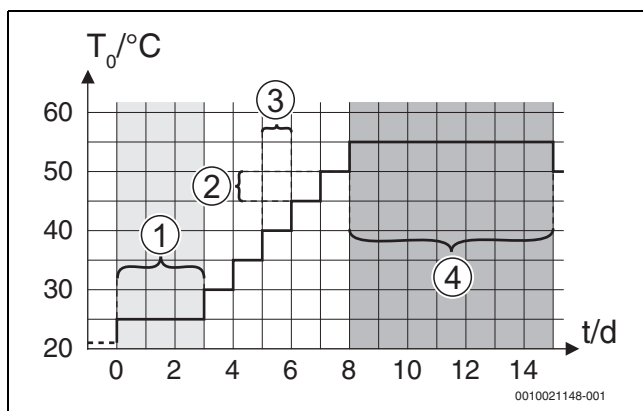
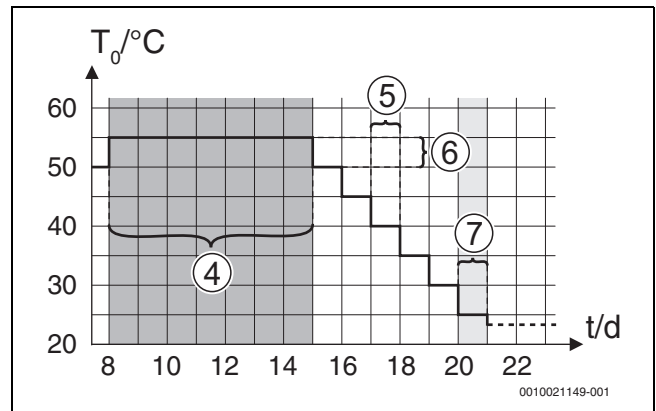

Bild 6 Ablauf der Estrichrocknung mit den Grundeinstellungen in der Aufheizphase
Bild 7 Ablauf der Estrichrocknung mit den Grundeinstellungen in der Abkühlphase
**Legende zu Abb. 6 und Abb. 7:**
Wartezeit bevor Start	[Keine Wartezeit]: Das Estrichrocknungsprogramm startet sofort für die ausgewählten Heizkreise. [1 ... 50] Tage: Das Estrichrocknungsprogramm startet nach der eingestellten Wartezeit. Die gewählten Heizkreise sind während der Wartezeit ausgeschaltet, der Frostschutz ist aktiv (→ Abb. 6, Zeit vor Tag 0)
Startphase Dauer	[Keine Startphase]: Keine Startphase. [1 ... 3 ... 30] Tage: Einstellung für den zeitlichen Abstand zwischen Beginn der Startphase und der nächsten Phase (→ Abb. 6, [1]).
Startphase Temperatur	[20 ... 25 ... 55] °C: Vorlauftemperatur während der Startphase (→ Abb. 6, [1])
Aufheizphase Schrittweite	[Keine Aufheizphase]: Es findet keine Aufheizphase statt. [1 ... 10] Tage: Einstellung für den zeitlichen Abstand zwischen den Stufen (Schrittweite) in der Aufheizphase (→ Abb. 6, [3])
Aufheizphase Temp.diff.	[1 ... 5 ... 35] K: Temperaturdifferenz zwischen den Stufen in der Aufheizphase (→ Abb. 6, [2])
Haltephase Dauer	[1 ... 7 ... 99] Tage: Zeitlicher Abstand zwischen Beginn der Haltephase (Haltezeit der Maximaltemperatur bei der Estrichrocknung) und der nächsten Phase (→ Abb. 6, [4])
Haltephase Temperatur	[20 ... 55] °C: Vorlauftemperatur während der Haltephase (Maximaltemperatur, → Abb. 6, [4])
Abkühlphase Schrittweite	[Keine Abkühlphase]: Es findet keine Abkühlphase statt. [1 ... 10] Tage: Einstellung für den zeitlichen Abstand zwischen den Stufen (Schrittweite) in der Abkühlphase (→ Abb. 7, [5]).
Abkühlphase Temp.diff.	[1 ... 5 ... 35] K: Temperaturdifferenz zwischen den Stufen in der Abkühlphase (→ Abb. 7, [6]).
Endphase Dauer	[Keine Endphase]: Es findet keine Endphase statt. [Dauerh.]: Für die Endphase ist kein Endzeitpunkt festgelegt. [1 ... 30] Tage: Einstellung des zeitlichen Abstands zwischen Beginn der Endphase (letzte Temperaturstufe) und Ende des Estrichrocknungsprogramms (→ Abb. 7, [7]).
Endphase Temperatur	[20 ... 25 ... 55] °C: Vorlauftemperatur während der Endphase (→ Abb. 7, [7]).
Tab. 16 Einstellungen im Menü Estrichrocknung (Abb. 6 und 7 zeigen die Grundeinstellung des Estrichrocknungsprogramms)